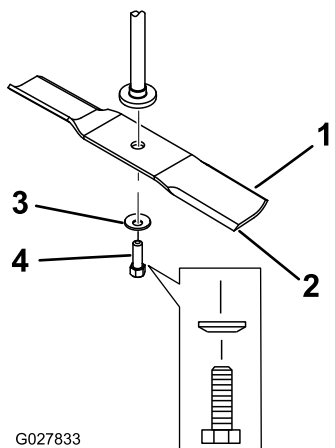

Figura 61
2. Îndepărtați urubul lamei, aiba curbată și lama de pe arborele axului (Figura 61).
1. Montați lama pe arborele axului (Figura 61).
2. Montați aiba curbată (cu partea în formă de cupă îndreptată către lamă) i urubul lamei (Figura 61).